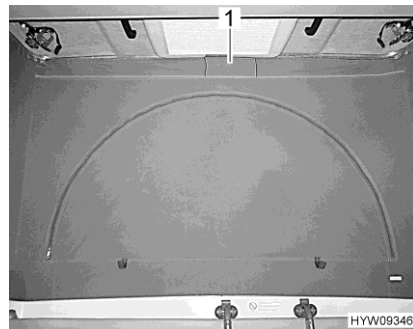

Bild 31 Lüftung (geschlossen)
- Klettverschluss der Stoffflasche (Bild 31,1) unter dem Aufstelldach lösen. Hinter der Stoffflasche ist als Schutz vor Insekten ein Netzgitter angebracht.